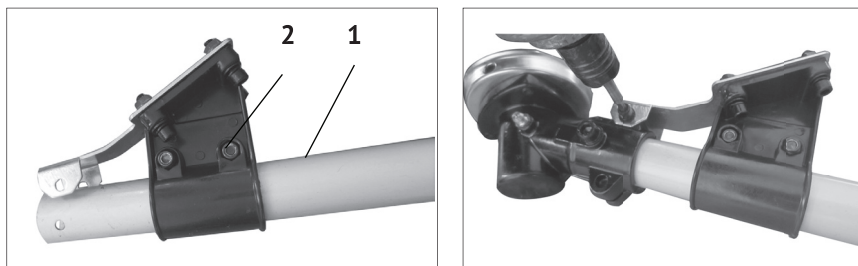

рис. 2
- Наденьте держатель редуктора (рис.2 поз.2) на штангу гибкого вала (рис.2 поз.1).
- Установите на держатель редуктор (рис.2) и зафиксируйте его.